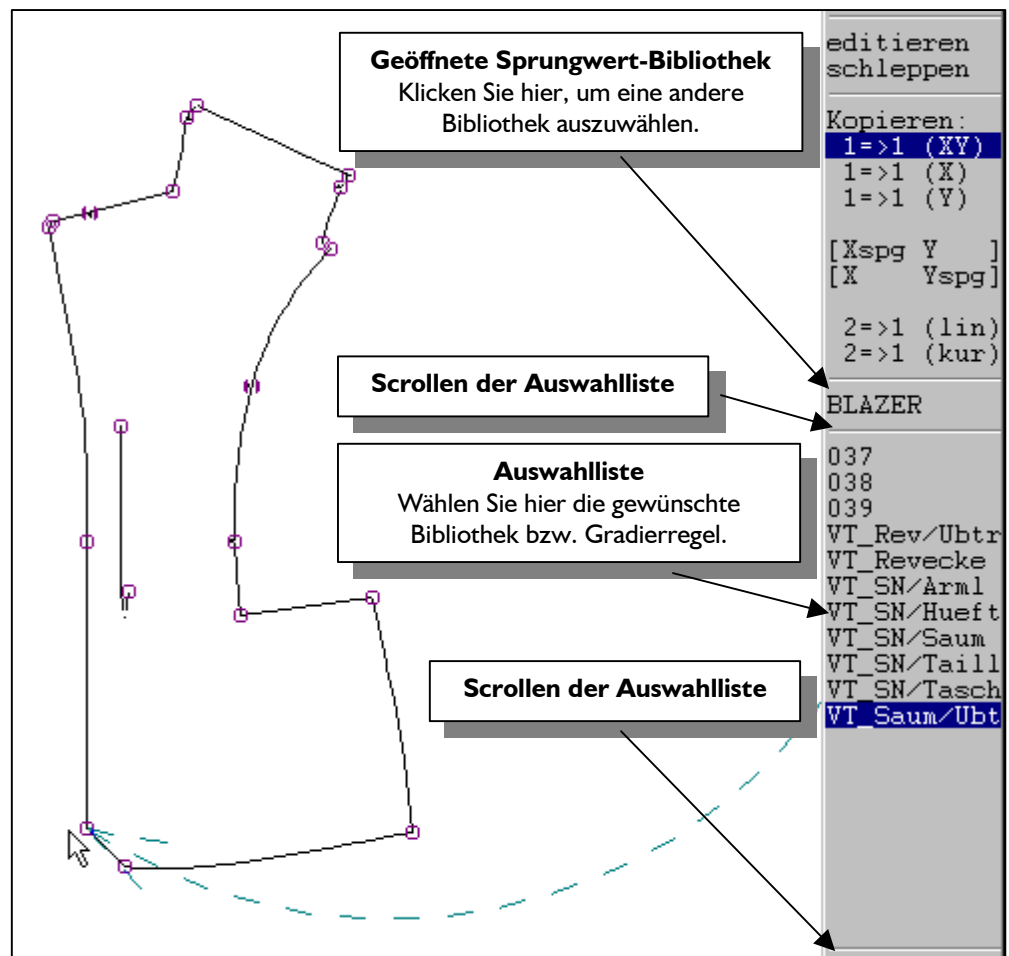

Bild 15-28
- ⇒ gewünschte Sprungwert-Bibliothek auswählen (Bild 15-28),
(ggf. *Sprungwert* | *Sprungwertschnitt* bearbeiten). Öffnen Sie das Menü *Sprungwert: bearbeiten* (Bild 15-28). Es stehen alle aus Abschnitt 15.5 bekannten Funktionen zur Verfügung. Wählen Sie im Feld unter *schleppen* die gewünschte Sprungwert-Bibliothek, indem Sie dieses Feld anklicken und in der Liste darunter eine der vorhandenen Bibliotheken auswählen. Die gewählte Bibliothek wird in das Feld unter *schleppen* eingetragen. Die Liste unter dem Feld mit der Bezeichnung der Bibliothek enthält jetzt die Gradierregeln. Scrollen Sie diese Liste, indem Sie auf die Trennlinien oberhalb und unterhalb der Liste klicken. Klicken Sie eine Gradierregel an und bewegen ohne gedrückte Maustaste den Cursor zum Schnitt. Zu Ihrer Unterstützung erscheint ein Pfeil zum jeweils nächstliegenden Gradierpunkt. Klicken Sie den Gradierpunkt an, dem diese Gradierregel zuzuordnen ist.